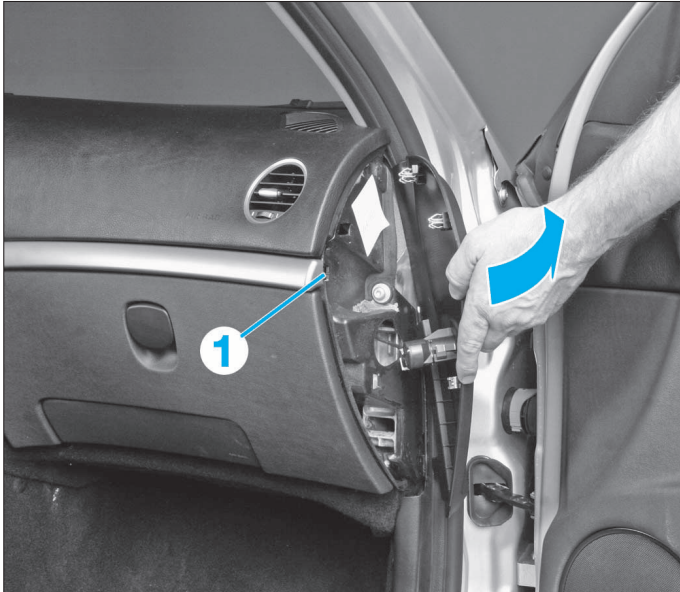

FIG. 9
- A l'extrémité droite de la planche de bord, dégrafer le cache latéral et débrancher le contacteur à clé d'inhibition avant de déposer le cache (Fig.9).